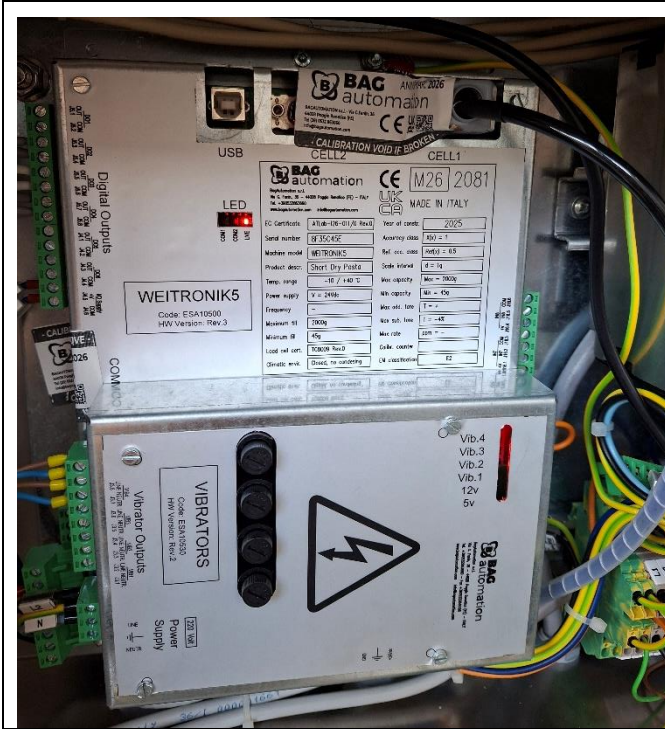

Fig. 15) Sigilli posti sulla box della scheda elettronica e sul connettore della cella di carico.
I sigilli di protezione devono essere applicati nei luoghi indicati dalle figure 15, 16 e 17 riportate nelle pagine seguenti e devono recare il marchio dell'Organismo Notificato oppure quello del fabbricante dello strumento per pesare a funzionamento automatico completo, a seconda del modulo di valutazione della conformità (F o D) applicato, in conformità alla Direttiva 2014/32/UE.
*The protective seals must be applied to the sites mentioned in figures 15, 16 and 17 on the following pages and must bear the mark of the notified body, or that of the manufacturer of the automatic weighing instrument, according to the evaluation module of conformity (F or D) applied, in accordance with Directive 2014/32/EU.*